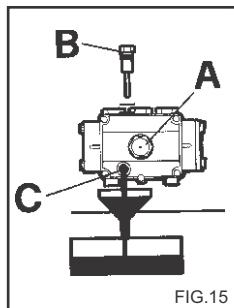

FIG.15
2) Desatarraxe a tampa com a vareta de controlo do nível (fig. 15).